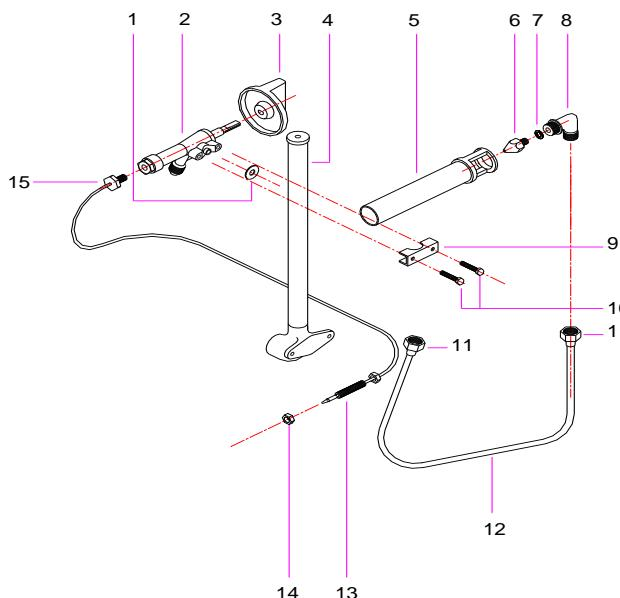

Fig. 7
- Retirez toutes les commandes (3) (ver fig.7) des robinets en tirant vers dehors.
- Dévissez complètement les écrous (11) et retirez le tube (12).
- Tirez en dehors du coude (8) et un ensemble formé par les pièces (5), (6) et (7) sortira.
- Dévissez le coude (8) de cet ensemble et changez en suivant l'injecteur (6) par celui qui conviendra au type de gaz dont la rôtoissoire fonctionnera, le diamètre de l'injecteur est inscrit sur l'injecteur. N'oubliez pas de changer le joint (7) par un neuf.
- d) Retirez le tube (12) Fig 7 en retirant les écrous (11) de la valvule que vous voulez changer, démontez ensuite le thermocouple de la valvule en tenant l'écrou (15).
- e) Desserrez entièrement les vis (10) qui près de la bride (9) fixent la valvule à la batterie.
- f) Procédez inversement à ce qui est expliqué dans les paragraphes précédents pour monter la nouvelle valvule et n'oubliez pas de changer le joint (1) par un neuf.
- d) Retirez les écrous (15) et (9) (Fig 7) du thermocouple que vous voulez changer et retirez le thermocouple.